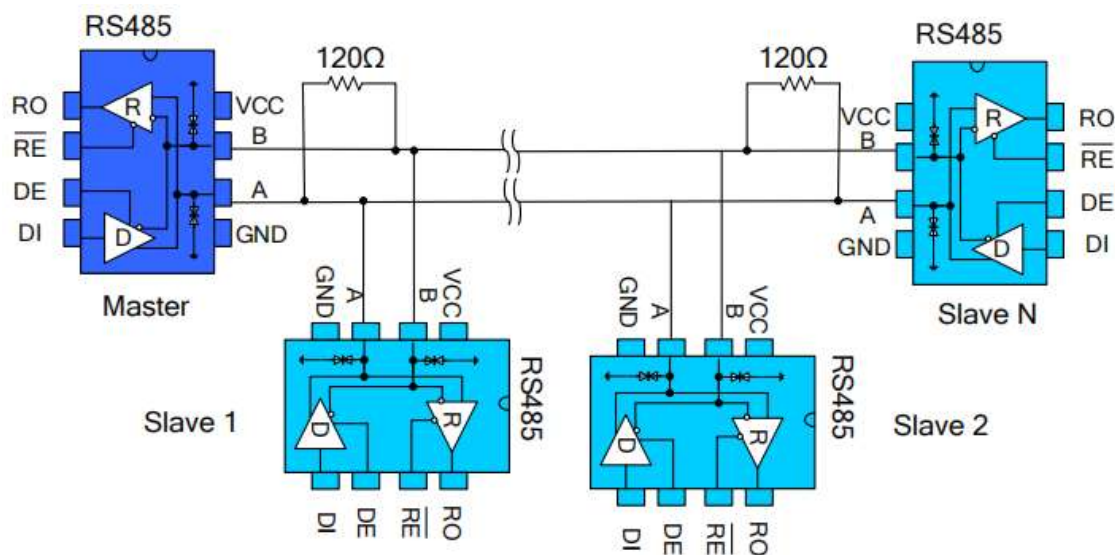

图 9 总线式 RS485 半双工通讯网络
4.1 总线式组网：SN65HVD11DR(ES) RS485 收发器设计用于多点总线传输线上的双向数据通信。图 9 显示了典型网络应用电路。这些器件也能用作电缆长于 4000 英尺的线性转发器，为减小反射，应当在传输线两端以其特性阻抗进行终端匹配，主干线以外的分支连线长度应尽可能短。